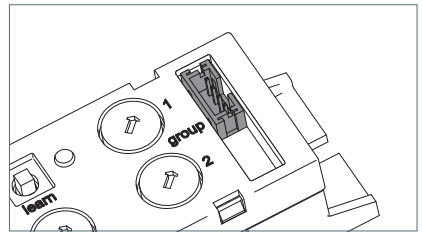

Fig. 7: Schnittstelle Modul-Steuerung.
- Schließen Sie das eine Ende der Verbindungsleitung an der Schnittstelle „Modul-Steuerung“ am Modul an, siehe Fig. 7.